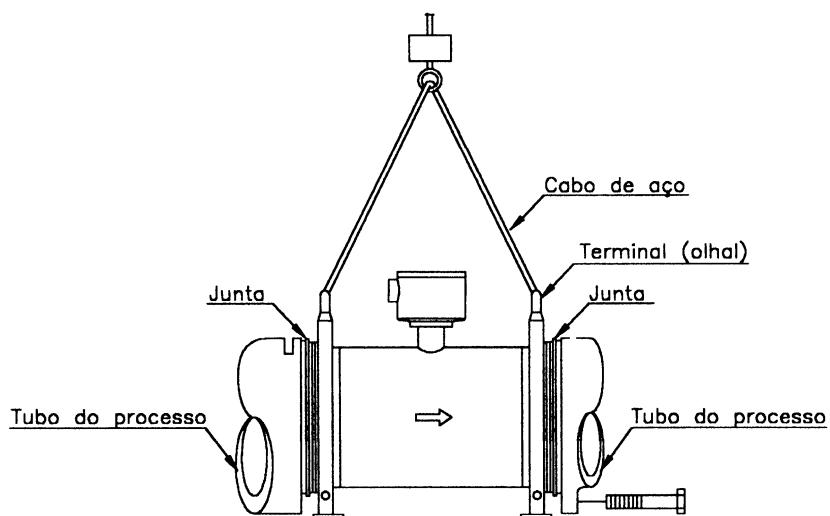

Figura 7
- Para erguer o medidor, use cabos que podem seguramente suportar o medidor e conecte-o aos orifícios do medidor. Veja **Figura 7**.